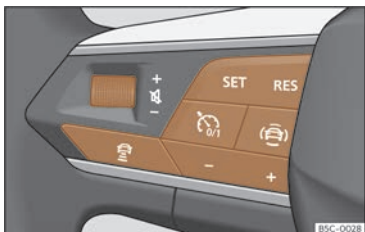

Fig. 130 No volante multifunción: botóns para manexar o ACC.
- Prema a tecla  do volante multifunción >>> **fig. 130**.
- Para comezar a regulación prema a tecla **SET** >>> **fig. 130**.
Para programar a velocidade, prema os botóns + ou - >>> **fig. 130** ata a velocidade desexada. O axuste da velocidade realízase en intervalos de 10 km/h (5 mph).
- Prema a tecla , e, a continuación, a tecla + ou - >>> **fig. 130**.
- Prema brevemente a tecla  >>> **fig. 130** ou pise o pedal do freo.